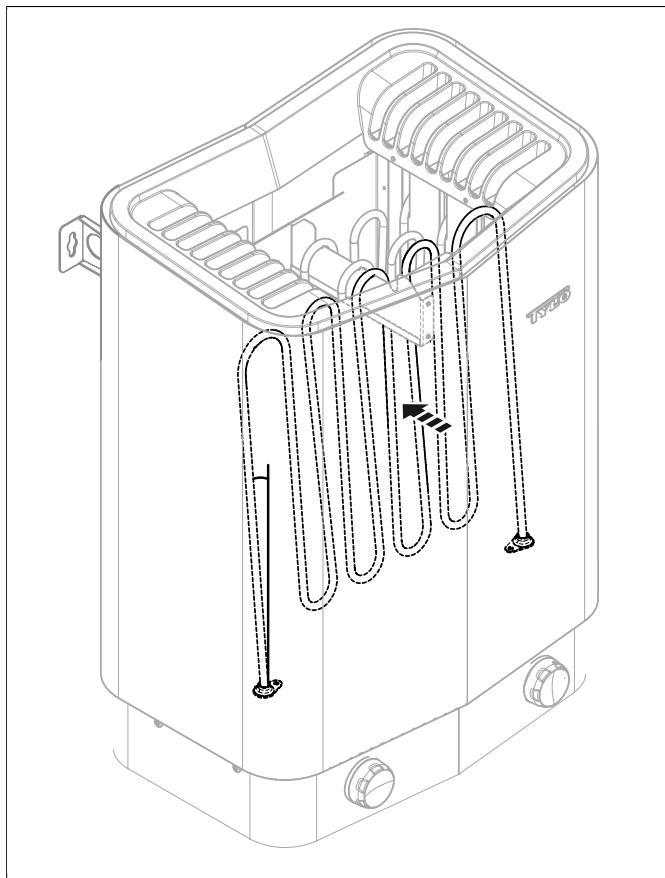

Abb. 7: Anwinkeln des Rohrelements
2. Winkeln Sie das Rohrelement an, um die Steine leichter entfernen zu können, siehe **Abb. 7**, Seite 5.